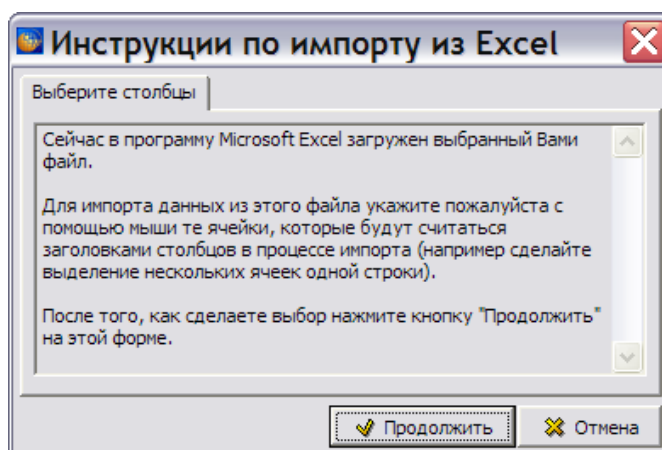

Рис. 6.32
7. В окне **Инструкции по импорту из Excel** нажмите на кнопку **Продолжить** (Рис. 6.32).